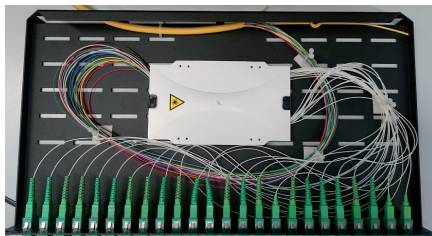

imagen 10 / figure 10
En este caso, se ha re-colocado una abrazadera para asegurar los pig-tails (imagen 10).
*In this case, a clamp was repositioned to clear the pig-tails (figure10).*